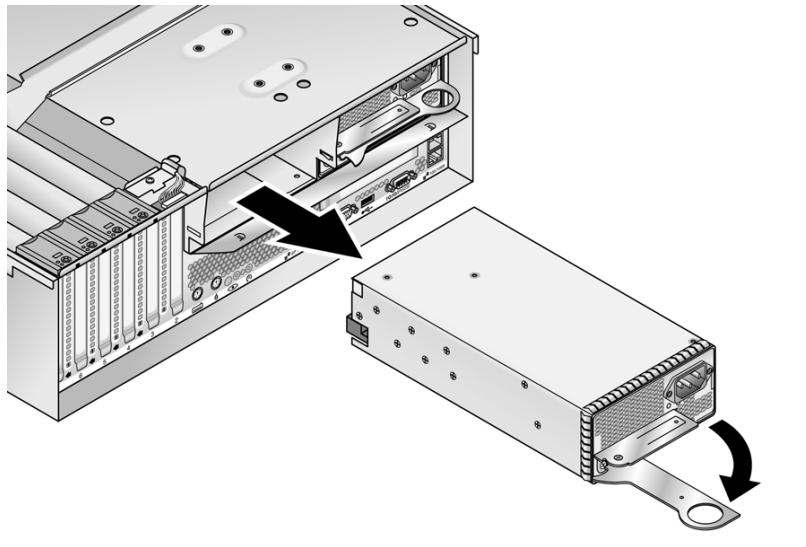

图 4-24 拆除单个电源
1. 从服务器后部的外侧向您的方向拉动电源手柄上的指环，以使电源连接器脱离配电底板（请参见图 4-24）。
- a. 完全打开电源手柄，如图 4-24 所示。